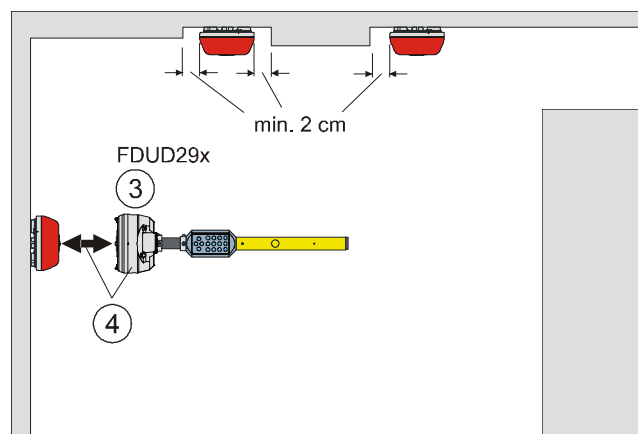

Fig. 4
- The alarm sounder must be easily accessible for commissioning and maintenance so that it can communicate with the detector exchanger and tester FDUD29x via the interface (MC link) (Fig. 4)..
- Für die Inbetriebnahme und Wartung muss der Alarmtongeber gut zugänglich sein, damit er über die Schnittstelle (MC-Link) zum Prüfpflücker FDUD29x kommunizieren kann (Fig. 4).
- Pour la mise en service et la maintenance, le diffuseur sonore doit être bien accessible afin de pouvoir communiquer via l'interface (MC-Link) avec le vérificateur/échangeur de détecteurs FDUD29x (fig. 4).
- De cara a la puesta en servicio y al mantenimiento, la sirena de alarma deberá estar plenamente accesible con la finalidad de poder efectuar la comunicación mediante la interfaz (MC-Link) al extractor/probador de detectores FDUD29x (Fig. 4).
- Per la messa in servizio e la manutenzione, la sirena d'allarme deve essere ben accessibile, in modo che possa comunicare con l'estrattore e tester FDUD29x tramite l'interfaccia (MC-Link) (Fig. 4).